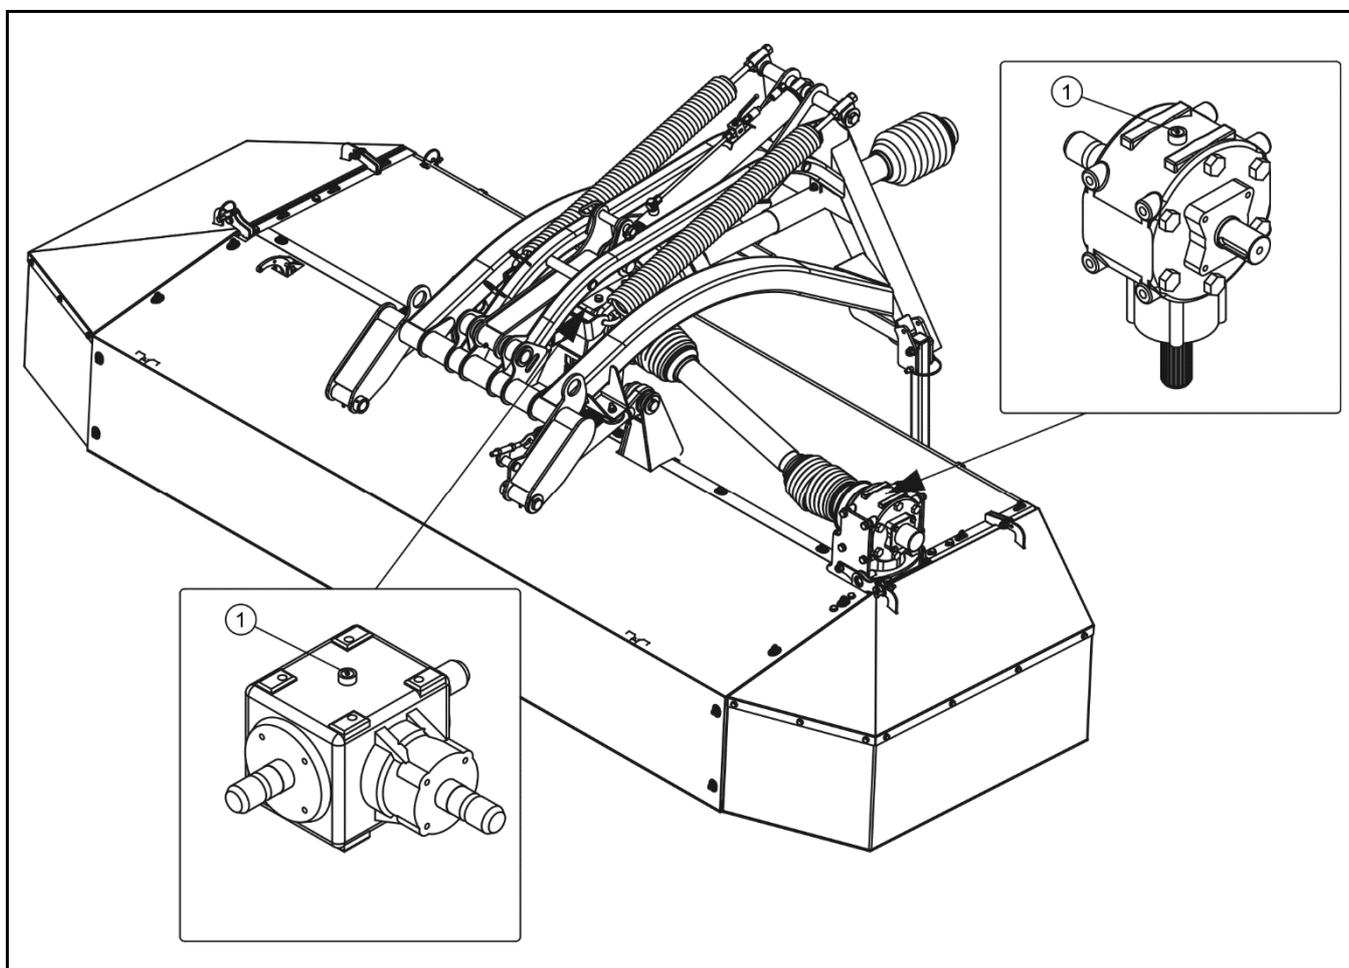

РИСУНОК 5.5 Размещение угловых передач
В косилке PDF300 / PDF300C используются две угловые передачи (РИСУНОК 5.5).
- отвинтить пробку заливного отверстия (1) (РИСУНОК 5.5),